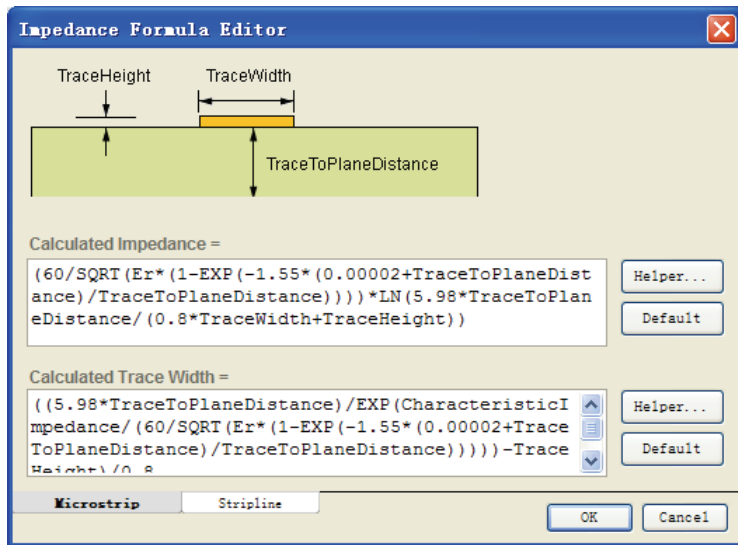

图 9-38 阻抗公式编辑器对话框
(3) 板层堆栈管理器为用户提供阻抗计算帮助，单击 **Impedance Calculation...** 按钮，弹出阻抗公式编辑器对话框，如图 9-38 所示。
(4) 若采用编辑方式，在图 9-38 中单击 **Helper...** 按钮，弹出查询助手对话框，如图 9-39 所示。用户根据具体要求对阻抗公式进行修订。